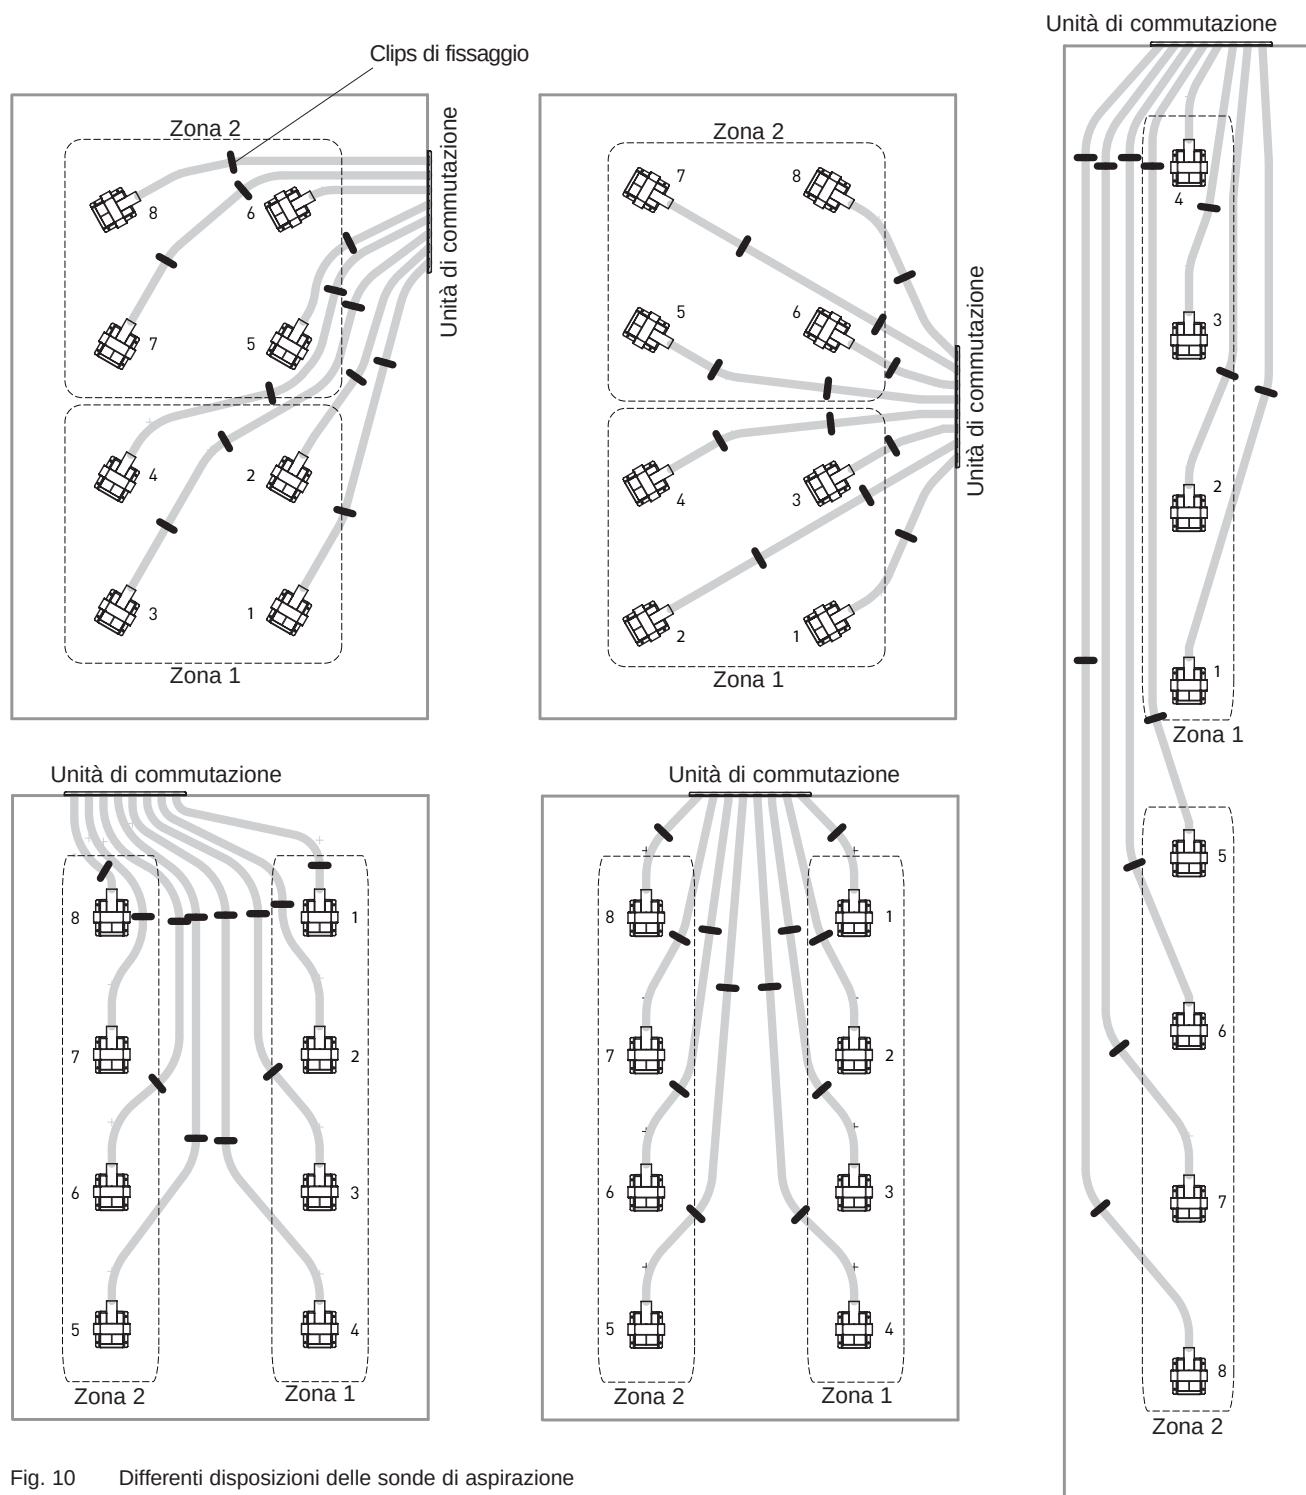

Fig. 10 Differenti disposizioni delle sonde di aspirazione
Nota: La commutazione delle sonde può essere selezionata sul pannello InfoWIN della caldaia. Questa impostazione vi consente di specificare quale zona o quale sonda usare per l'aspirazione del pellet. Ogni zona consiste di 4 sonde. Le sonde e i tubi devono pertanto essere disposti in modo tale da far funzionare il sistema - Fig.10.
- 8.) Per le sonde più lontane e i tubi più lunghi, entrambi i tubi dovrebbero essere fissati insieme al pavimento della stiva con le clips di fissaggio (accessorio BIO 011) – Fig. 10.